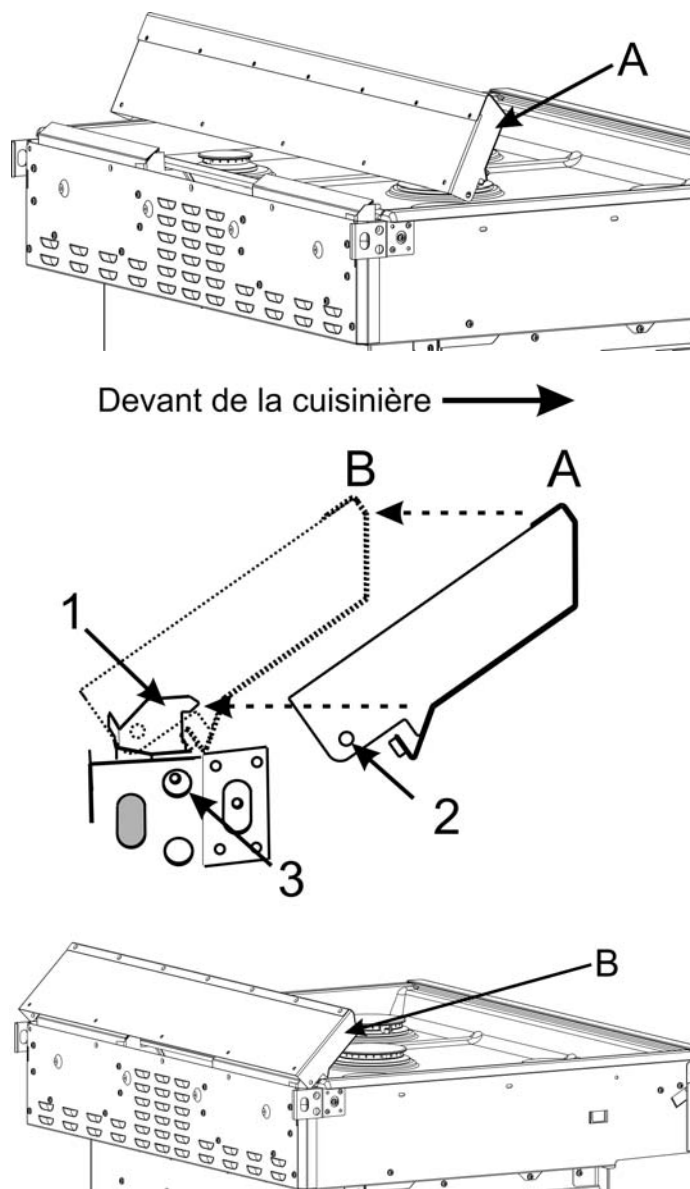

Figure 3 : Mise en place du dossieret bas 1
9. Amenez le dossieret bas dans la position A (voir Figure 3), puis déplacez-le vers la position B (en engageant le dispositif d'alignement 1 à l'intérieur du dossieret bas) (ces dispositifs peuvent ne pas correspondre exactement à l'illustration).